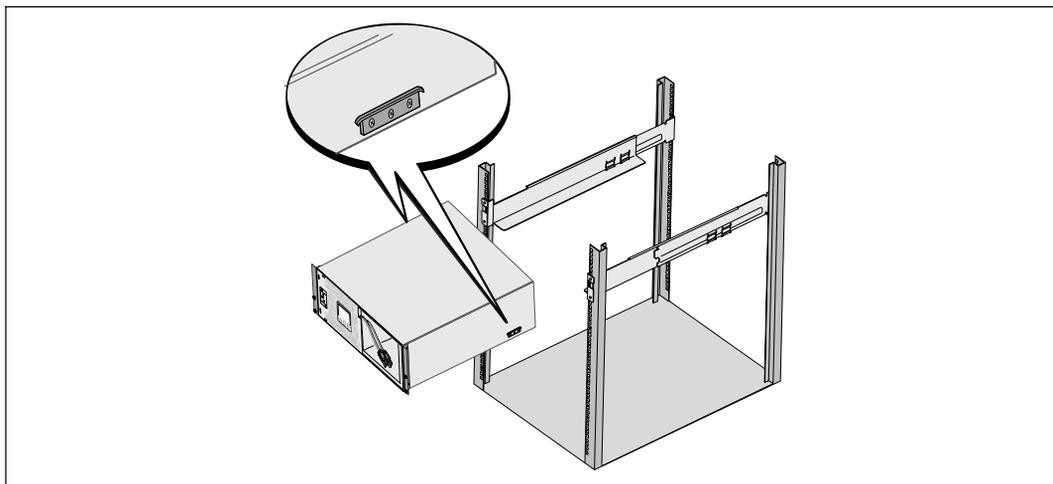

Figure 10. Installation du Module
- Faites glisser le module dans la baie (voir Figure 10). Répétez les étapes 3 à 5 pour tous les modules supplémentaires.